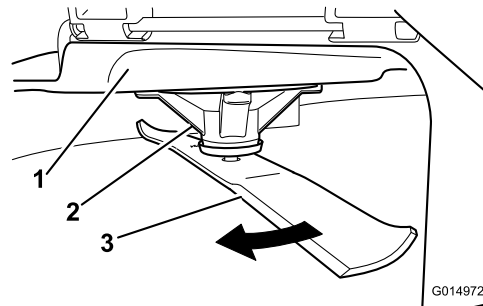

Figura 58
2. Llevando guantes fuertemente acolchados u otro tipo de protección apropiada para las manos, gire lentamente la cuchilla hasta una posición que permita medir la distancia entre el filo de corte y la superficie nivelada en la que descansa la máquina (Figura 58).